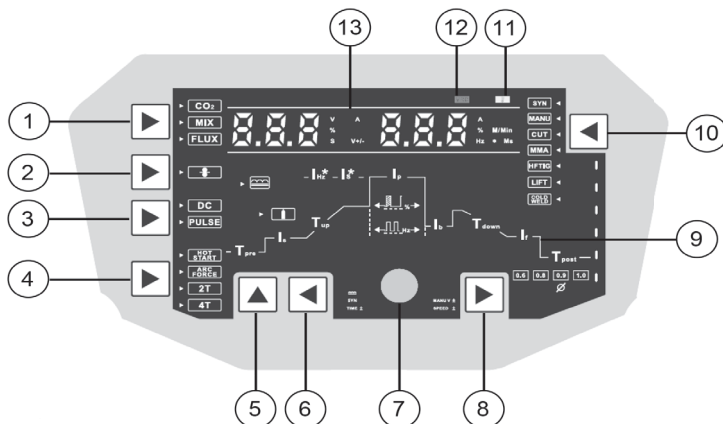

Рис. 3
2. Кнопка включения/выключения функции VRD. Индикация включенной функции VRD отображается пиктограммой в верхнем правом углу дисплея (поз. 12, рис. 3). При включении функции VRD напряжение холостого хода снизится до безопасного уровня, при этом процесс зажигания дуги усложнится.